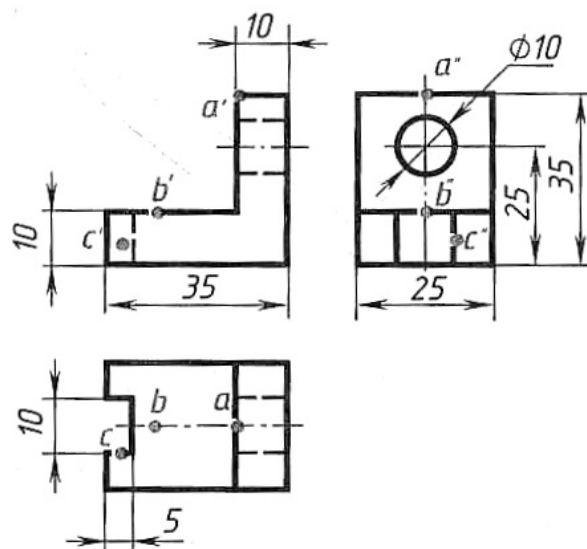

Рис.1
1. Постройте аксонометрическую проекцию детали (рис.1). На аксонометрической проекции нанесите изображение точек А, В и С, обозначьте их.